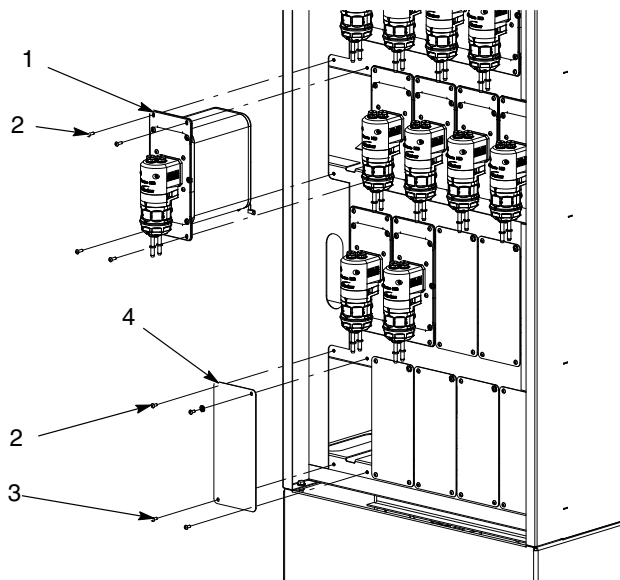

Figura 7 Instalación/sustitución del módulo de la bomba
1. Ver la figura 7. Desconectar todos los tubos y los cables de la parte posterior del módulo primero.
2. Extraer los tornillos de cabeza hueca (1) y tirar del módulo de la bomba (2) del espacio utilizado en el armario de bomba (3).
1. Ver la figura 7. Extraer la placa en blanco (4), mediante la extracción de los cuatro tornillos de cabeza hueca (2) y la arandela de bloqueo cóncava (3) ubicada detrás del tornillo Allen manual en la parte superior derecha. Dejar de lado los tornillos de cabeza hueca para fijar el módulo de la bomba adicional.
2. Instalar un módulo de la bomba adicional (1) en el lugar correspondiente a la placa en blanco. Apretar de forma fija el módulo de la bomba con los tornillos de cabeza hueca.